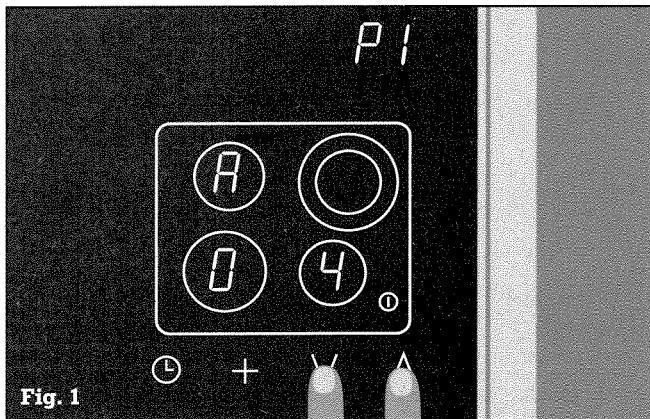

Fig. 1
- Accione con grupo de cocción conectado los símbolos ∇ y \wedge . Suenan una señal acústica. Pulse con los dedos durante algunos segundos hasta que suena una segunda señal acústica, iluminándose $P 1$ en el panel del temporizador. Retire ambos dedos de los símbolos. En el cuadro de indicación de grupos de cocción aparece $R 04$, es decir que se ha ajustado un tiempo de cocción inicial de 4 minutos (Fig. 1).